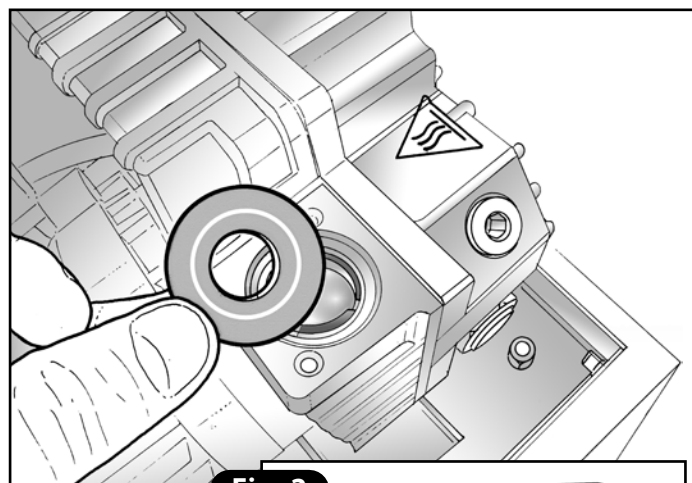

Fig. 2
- Dévisser les vis qui bloquent la barre de soudure au support (**Fig. 2**).
- 4) Retirer dans l'ordre l'obturateur en caoutchouc et celui en acier. Vérifier l'état de toute la section d'aspiration accessible et, si nécessaire, effectuer son nettoyage avec un chiffon imprégné d'alcool (**Fig. 2**).